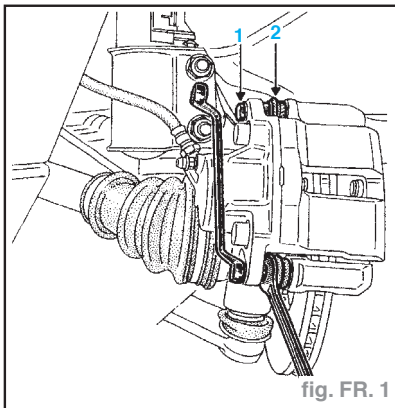

fig. FR. 1
- Dégager l'étrier coulissant. Retirer les plaquettes. Vérifier également l'état des cache-poussière (2) des guides (fig. FR. 1).